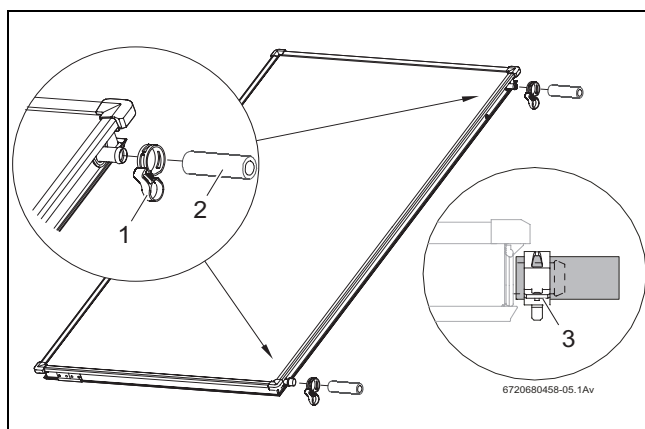

Fig. 34 Premontare il set di raccordo al secondo collettore
- Inserire i tubi di gomma per solare 95 mm (fig. 34, [2]) sugli attacchi di destra del secondo collettore e di tutti quelli successivi.
- Far scorrere le fascette stringitubo (fig. 34, [1]) sul tubo di gomma per solare (la seconda fascetta stabilizza successivamente il collegamento dell'altro collettore).
- Quando la fascetta stringitubo è ben posizionata nella sua sede, tirare l'anello di sicurezza per fissare il collegamento (fig. 34, [3]).